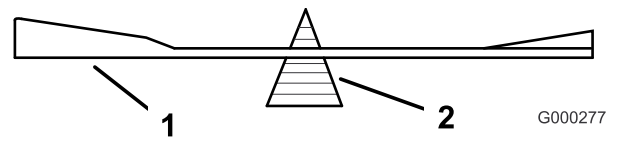

**Figura 67**
1. Utilice una lima para afilar el filo de corte en ambos extremos de la cuchilla (Figura 67). Mantenga el ángulo original. La cuchilla permanece equilibrada si se retira la misma cantidad de material de ambos bordes de corte.